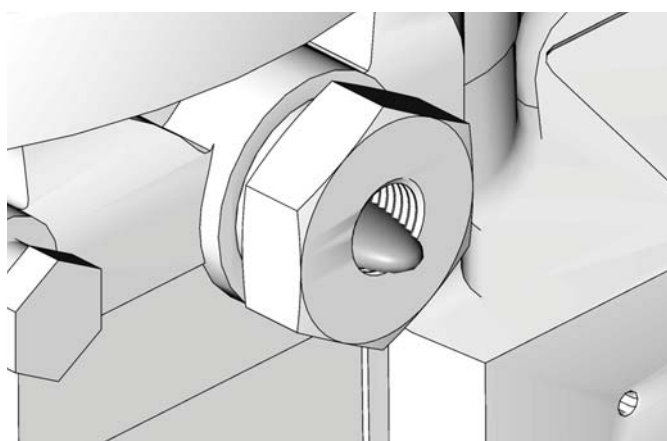

FIG. 12
- Faites fonctionner la pompe uniquement jusqu'à ce que le lubrifiant sortant du raccord d'élément ne contienne plus d'air (FIG. 12).